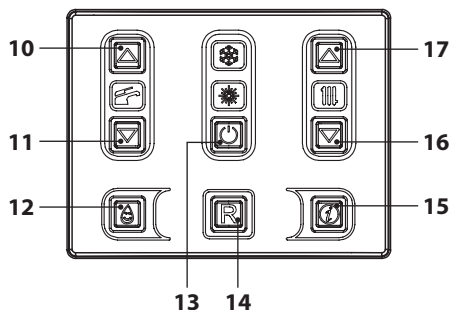

Figura 6.5
- Tenere premuto per 2 secondi il tasto 13 fino a far apparire sul display entrambe i simboli  e . Figura 6.5.
- Spegnere la caldaia tenendo premuto per 2 secondi il tasto 13 (Figura 6.5) fino a far apparire sul display LCD il simbolo  (i trattini vengono accesi in sequenza per simulare uno scorrimento) (Figura 6.4).